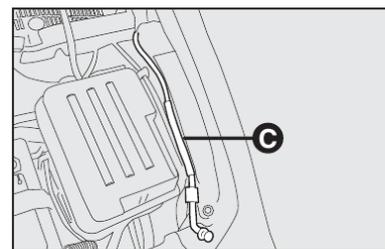

fig. 105
- 3) levantar o capô segurando-o pela parte central e, simultaneamente, soltar a vareta de suporte do seu dispositivo de bloqueio **C-fig. 105**;